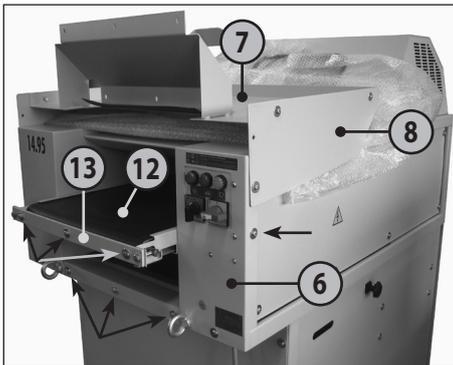

fig. 1
- 6 = Boîtier (figures 1, 2, 4)
- 7 = Table (figures 1, 2, 4, 5, 6)
- 8 = Plaque de protection (figures 1, 2, 4)
- 12 = Bande de transport (figures 1, 2)
- 13 = Support pour bande de transport (figure 1)
**POSITIONNEMENT DE LA TABLE (7) (figures 1, 2 et 3)**
1. Dévisser respectivement les 3 vis et les rondelles sur la paroi avant du boîtier (6) et sur la face frontale du support pour bande de transport (13) ainsi que respectivement une vis sous la plaque de protection (8) des deux côtés (voir marquages de flèches figure 1).